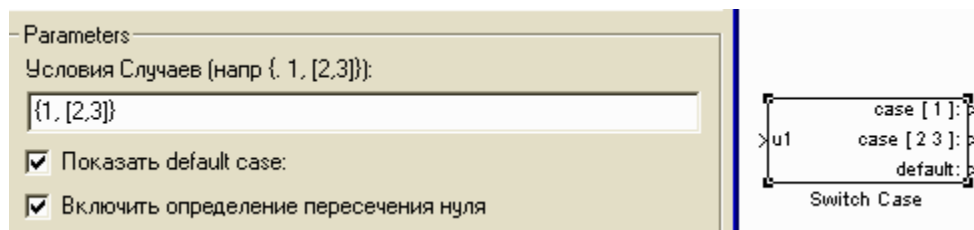

Рис. 1.26. Параметры и внешний вид блока Switch Case
7. Блок Switch Case имеет единственный вход, который проверяется на условия Case (рис. 1.26). Вход должен быть скаляром, в зависимости от этого сигнала подключается тот или иной выход, и совершаются определенные действия (body_1, body_23).